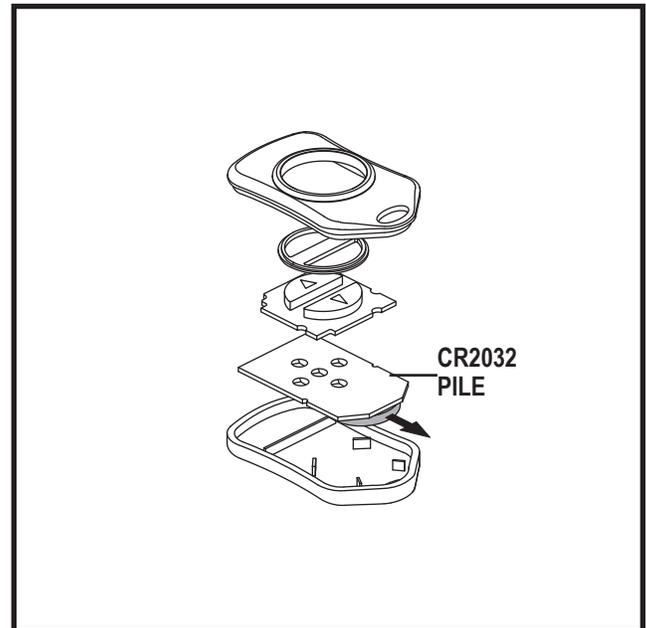

Figure 19. Remplacement de la pile
2. Retirez la pile bouton. **Voir la figure 19.**